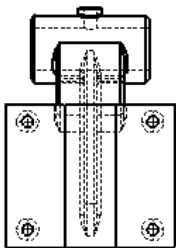

图 6.3.11 “隐藏线可见”模式
-  (隐藏线可见)：视图中的不可见边线以虚线显示（图 6.3.11）。